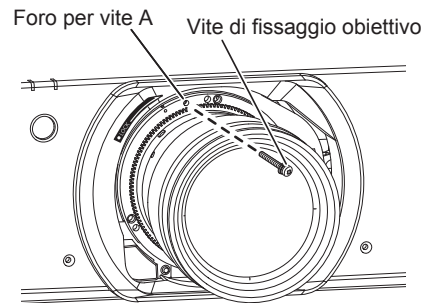

Fig. 2
- 2) **Fissare l'obiettivo di proiezione con la vite di fissaggio obiettivo in dotazione. (Fig. 2)**